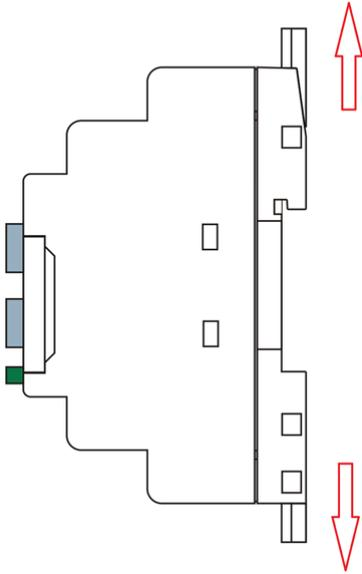

Рисунок 2.27 - Монтаж на поверхность
1. Достаньте модуль из упаковки и сдвиньте обе защелки наружу до фиксации в выдвинутом положении (рисунок 2.27).